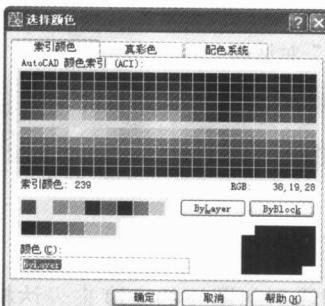

图 1-15 “选择颜色”对话框
- ① 在“图层特性管理器”对话框中，选择要设置颜色的图层，单击所选图层的“颜色块”，弹出“选择颜色”对话框，如图 1-15 所示。